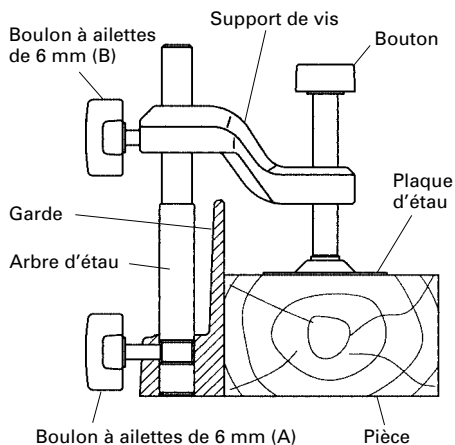

Fig. 16
- (1) L'ensemble d'étau se monte soit sur la garde gauche (garde (B)), soit sur la garde droite (garde (A)), en desserrant le boulon à ailettes de 6 mm.
- (2) Le support de vis se relève ou s'abaisse en fonction de la hauteur de la pièce en desserrant le boulon à ailettes de 6 mm (B). Après le réglage, resserrer fermement le boulon à ailettes de 6 mm (B) et fixer le support de vis.
- (3) Tourner le bouton supérieur et fixer solidement la pièce en place (Fig. 16).